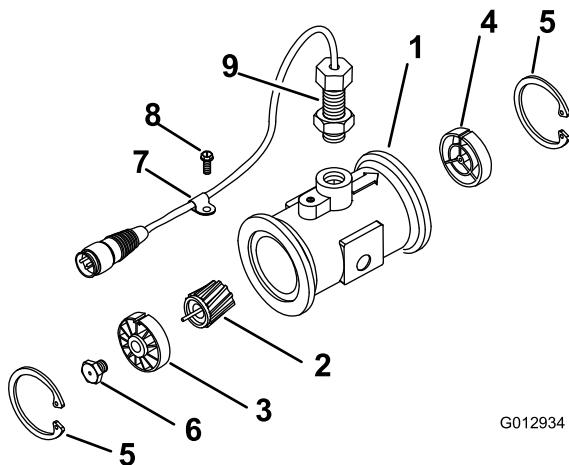

Figura 67
3. Rimuovete l'anello di ritenuta sul lato a monte (Figura 67).